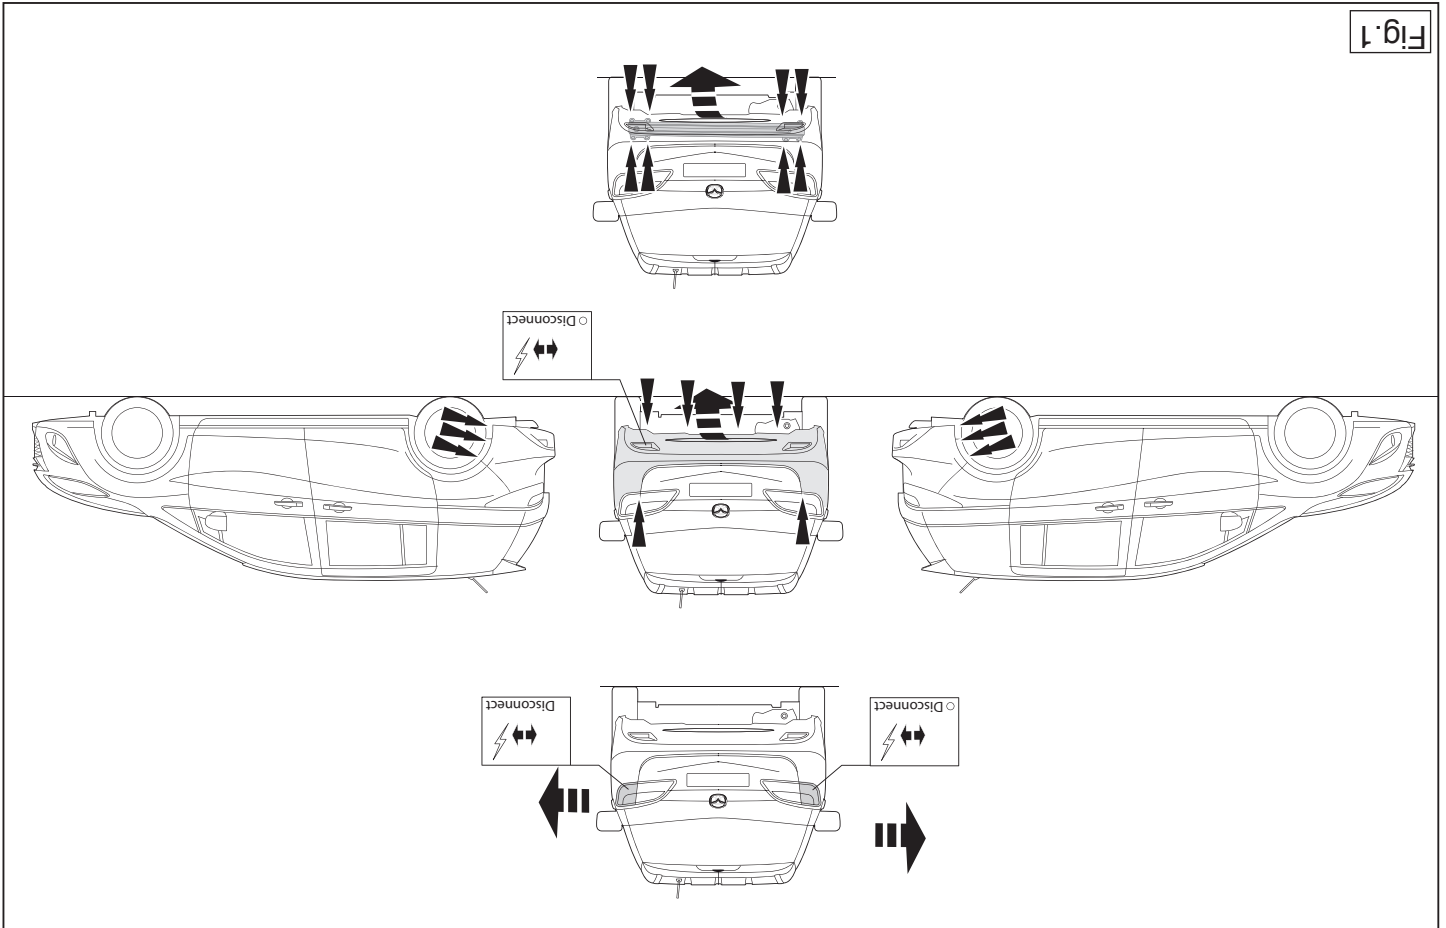

Fig.1
1. Remove the bumper and the steel buffer beam from the vehicle. The buffer beam will no longer be needed. Replace the nuts. See figure 1.
1. Die Stoßstange einschließlich des stählernen Stoßbalkens vom Fahrzeug abmontieren. Der Stoßbalken wird nicht mehr benötigt. Die Muttern wieder anbringen. Siehe Abbildung 1.
1. Déposer le pare-chocs du véhicule y compris la traverse en acier la traverse ne sera plus utilisée. Remettre les boulons en place. Voir la figure1
1. Demonter kofangeren, inklusive køretøjets stålstødbjelke. Denne bliver overflødig. Sæt møtrikkerne på plads igen. Se fig.1.
1. Снять бампер вместе со стальным буферным брусом автомобиля буферный брус больше не понадобится. Посадить гайки на место. См. рисунок 1.